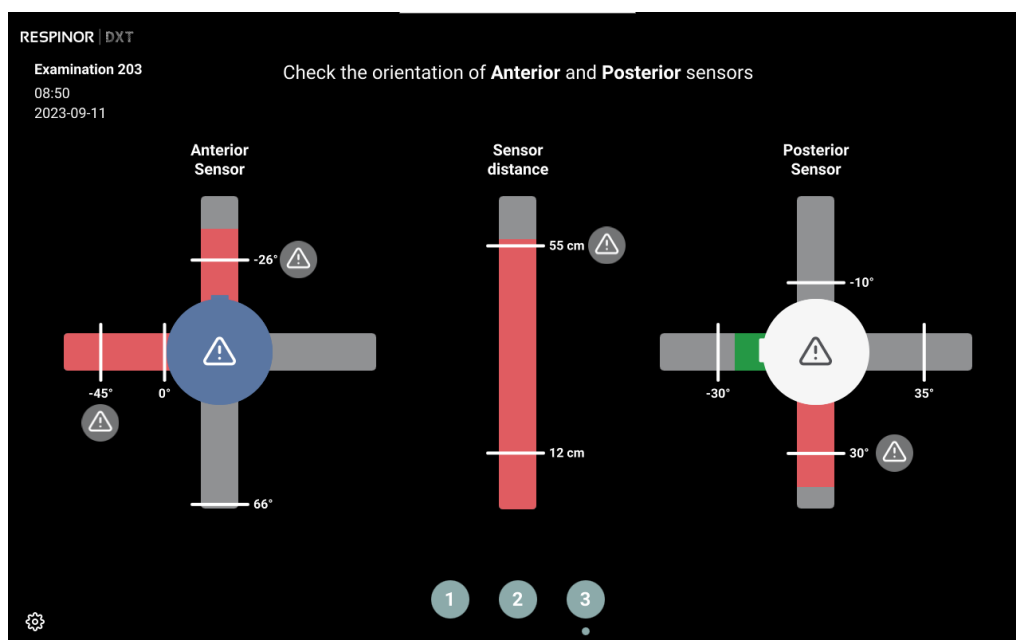

Figure 8. Exemple d'orientation incorrecte d'un capteur et de distance incorrecte entre les capteurs.
- Positionnement incorrect des capteurs : si l'orientation d'un capteur dépasse la plage acceptable, l'axe concerné devient rouge et un symbole d'avertissement (⚠) s'affiche (Figure 8). Il est alors impossible de continuer tant que le problème n'a pas été corrigé.
- **Exemples de positionnement incorrect Figure 8 :**